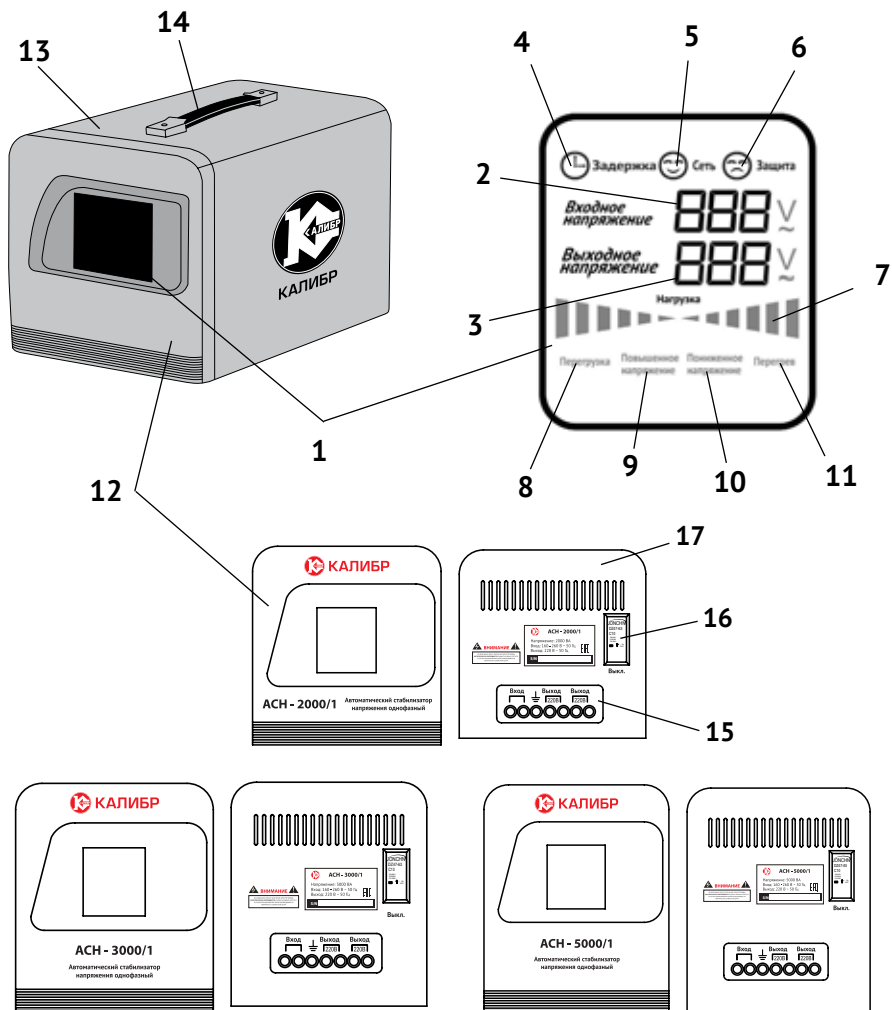

рис. 1
1.6 Внешний вид* стабилизатора представлен на рис.1
1.7 В металлическом корпусе (рис.1 поз.13) размещены основные узлы стабилизатора: автотрансформатор, плата управления, силовые ключи (реле) и приборы контроля и управления. На передней панели (рис.1 поз.12) расположен многофункциональный дисплей (рис.1 поз.1), полностью отображающий режим работы стабилизатора.
На задней панели (рис.1 поз.17) стабилизатора расположены: клеммная колодка (рис.1 поз.15) с входными клеммами подключения питающей сети (ВХОД), выходными клеммами подключения нагрузки (ВЫХОД) и клеммой заземления. Кроме того на панели находится автоматический выключатель (рис.1 поз.16).
1.8 Дисплей, цифровым индикатором (рис.1 поз.2) показывает величину напряжение на входе в стабилизатор (напряжение питающей сети). Цифровой индикатор (рис.1 поз.3) показывает напряжение на выходе стабилизатора.
а) «Задержка» - индикатор времени задержки включения (рис.1 поз.4) высвечивается после первичного подключения питающей сети в режиме минимальной задержки (около 5 секунд). Повторное включение (после срабатывания защиты) происходит автоматически, после анализа сети, с задержкой до 180 секунд. Задержка включения необходима для обеспечения стабильного режима работы и применяется, как при первом включении стабилизатора, так и при включении после экстренных отключений (выход напряжения за пределы рабочего диапазона, короткое замыкание, обрыв кабеля и т.п.). Автоматическое увеличение режима «задержка» до 180 секунд устанавливается блоком управления при подключении нагрузки с электродвигателями (холодильник, стиральная машина, электроинструмент и т.п.). Данное время задержки необходимо для того, чтобы после экстренного отключения все приборы, подключённые к стабилизатору, пришли в механическую и электрическую стабильность (остановились валы электродвигателей, разрядились конденсаторы и т.п.).
б) «Нормальная работа» - индикатор (рис.1 поз.5) светится постоянно, когда напряжение питающей сети находится в регулируемом интервале (160 – 265 В).
в) «Защита» - индикатор (рис.1 поз.6) высвечивается при отключении блоком управления нагрузки по одной из причин, на которую указывают индикаторы нижнего ряда (рис.1 поз.8 – 11).
г) «Перегрузка» - индикатор (рис.1 поз.8) высвечивается, когда мощность подключённой нагрузки превышает максимальную мощность модели стабилизатора, указанную в табл.1.4.
д) «Повышенное напряжение» - индикатор (рис.1 поз.9) высвечивается при повышении
е) «Пониженное напряжение» - индикатор (рис.1 поз.10) высвечивается при понижении входящего напряжения за пределы регулируемого диапазона – 160 В.
ж) «Перегрев» - индикатор (рис.1 поз.11) высвечивается при превышении температуры основных узлов свыше 110°C. После снижения температуры до 85°C стабилизатор автоматически подключает нагрузку.
з) «Индикация степени нагрузки» - симметричный двулучевой индикатор (рис.1 поз.7) цветом (зелёный в центральной части, красный по краям) отображает степень подключённой нагрузки к максимально возможной мощности модели стабилизатора. Высвечивается зелёная зона – мощность нагрузки в пределах номинальной работы аппарата. Начинают высвечиваться красные (крайние) участки лучей – стабилизатор работает на пределе своей мощности. Возможно высвечивание индикатора «перегрузка» (рис.1 поз.8) и отключение потребителей.
- кратковременным включением автоматического выключателя (рис.1 поз.16) проверить работу дисплея (рис.1 поз.1), после срабатывания задержки 5 секунд – он должен показывать величину входного напряжения и включится индикатор (рис.1 поз.5);
- перевести автоматический выключатель (рис.1 поз.16) в положение «ВКЛ».
При подключённой нагрузке высветятся индикаторы (рис.1 поз.5 и 7).